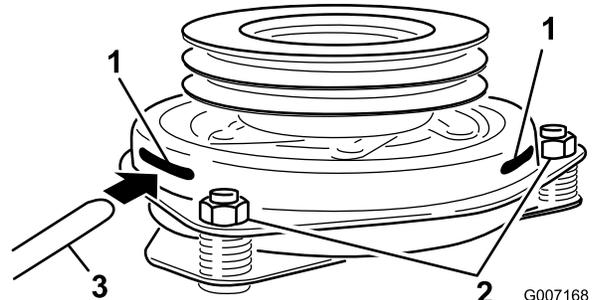

Figura 59
- Introduzca una galga de 0,381–0,533 mm (0,015–0,021 pulg.) por una ranura de inspección en el lateral del conjunto. Asegúrese de ubicarla entre las superficies de fricción del rotor y el inducido (Figura 59).
- Apriete las contratuercas hasta fijar ligeramente la galga pero dejando que ésta se pueda mover con facilidad en la separación (Figura 59).